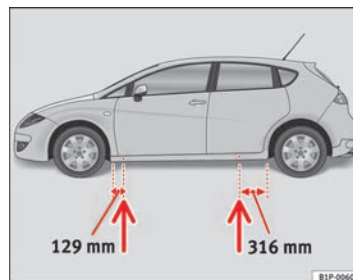

Fig. 157 Points d'appui du cric
- Cherchez sur le longeron inférieur le point d'appui le plus proche de la roue à changer ⇒ page 263, fig. 157.
Des empreintes sur le bas de caisse à l'avant et à l'arrière du véhicule indiquent les points d'appui du cric ⇒ page 263, fig. 157. Un emplacement a été prévu pour chaque roue. Le cric ne doit pas être positionné à d'autres endroits.